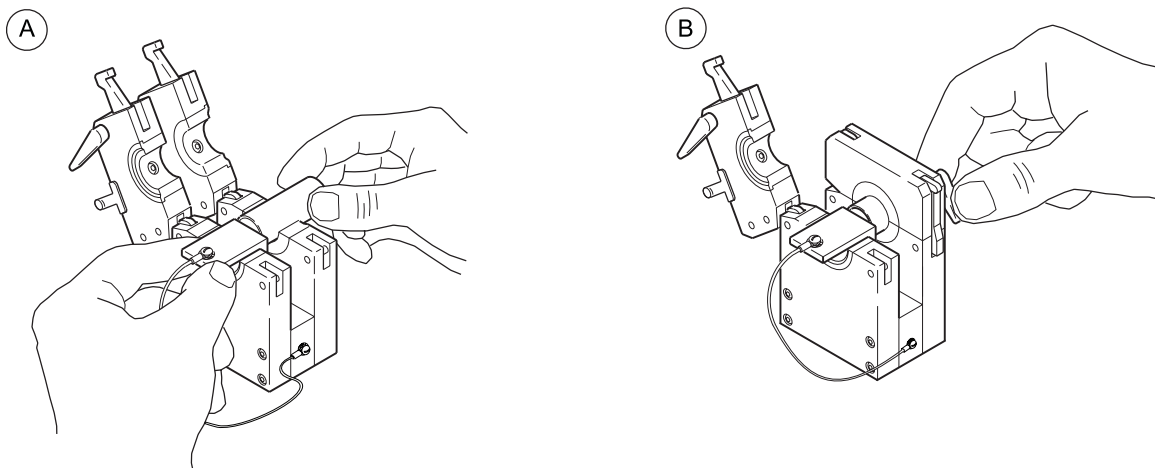

Abbildung 15 Das erste Werkstück in den Spannblock einlegen
5. 5. Legen Sie das zweite Werkstück an das erste Werkstück an und Schließen Sie die obere Seitenplatte. Siehe Abbildung 15.